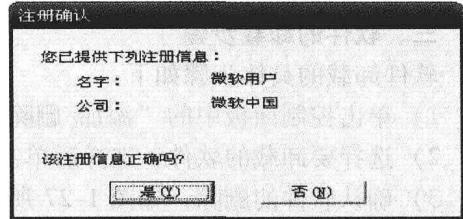

图 1-20 注册信息确认
- 4) 单击“下一个”按钮以后出现如图 1-19 所示的界面，提示键入用户信息，这时可根据需要填写，并无特殊要求。单击“下一个”按钮出现如图 1-20 的用户信息确认界面。
- 5) 单击图 1-20 中的“是”按钮，出现如图 1-21 所示的界面，提示输入产品序列号。序列号信息，在相应光盘中会有一个命名为 SN.txt 的记事本文件，里面有相应的产品序列号，只需填写后单击“下一个”按钮即可。